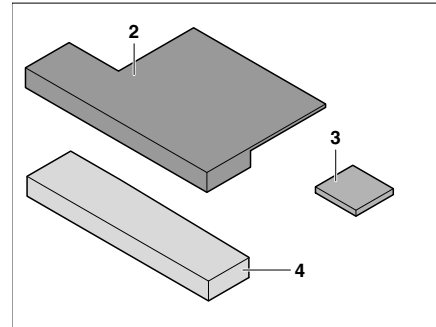

Fig. 188 Coussin supplémentaire
- Le cas échéant, mettre en place la cale de siège (Fig. 188,3) au coussin supplémentaire (Fig. 188,2) (avec fermeture Velcro).